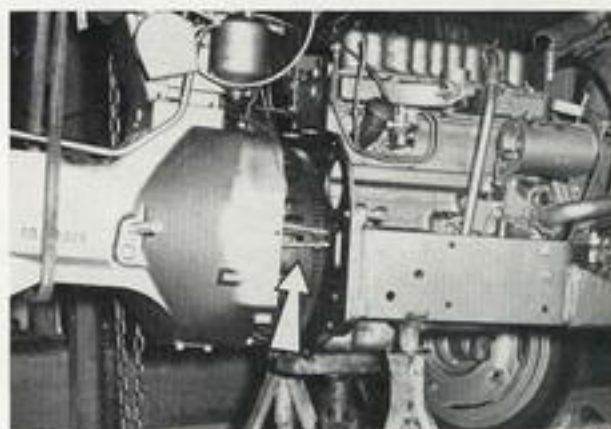

Fig. 25
- Dégager les fils et les tuyauteries qui peuvent gêner; faire attention aux tringleries et aux tuyauteries d'huile de liaison du carter de vitesses au radiateur indiquées par une flèche sur la figure 25.